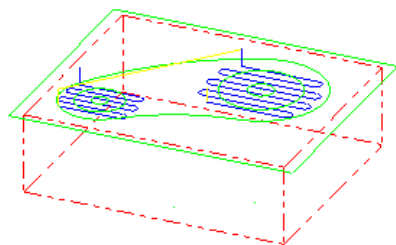

图 4.8.33 刀具路径
Step6. 单击“2D 刀路-平面铣削”对话框中的 按钮，完成加工参数的设置，此时系统将自动生成图 4.8.33 所示的刀具路径。